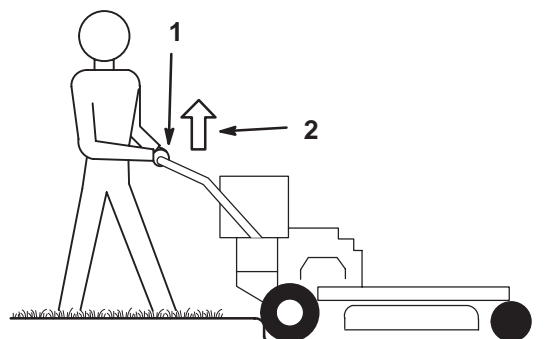

Bild 19
3. Fahren Sie die Maschine, bis die Antriebsräder den Bordstein berühren (Bild 19).